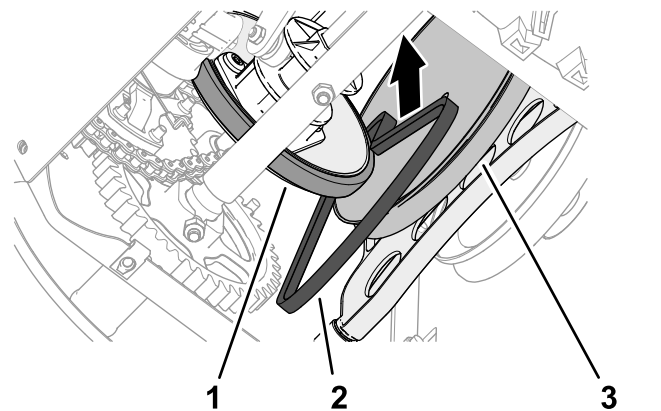

Figura 49
1. Coloque la correa de tracción entre la rueda de fricción y la polea de tracción, e introdúzcala en la máquina (**Figura 49**).